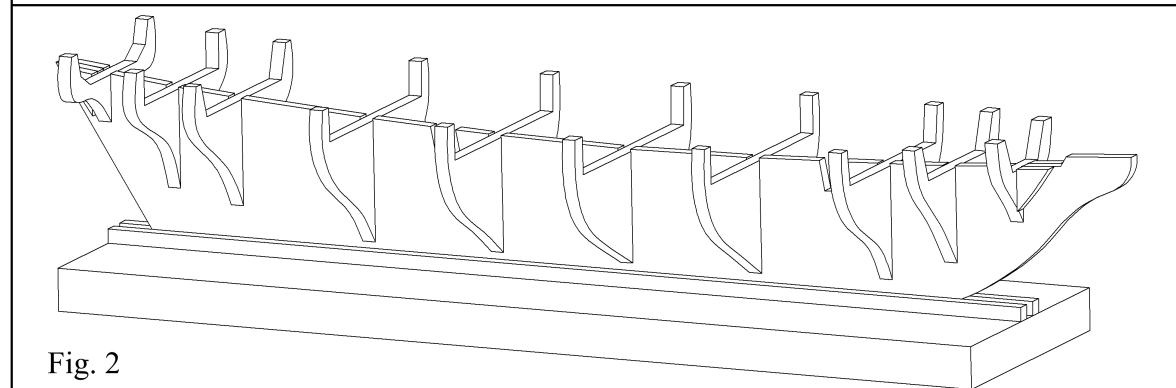
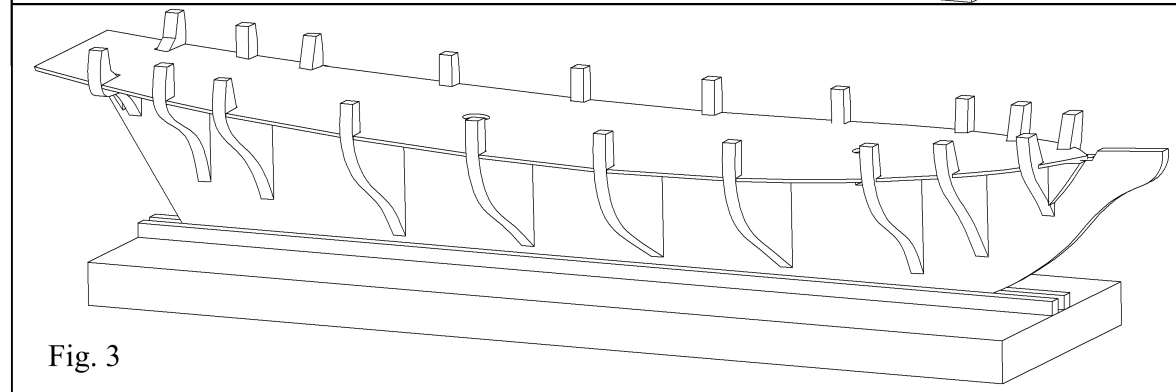

Fig. 2
Fig. 3
2) Montare SENZA INCOLLARE le ordinate 1...10 nei rispettivi incastri sulla chiglia 14 (fig. 2). Durante il montaggio a secco, assicurarsi che nessuna delle parti vada a forzare negli incastri: è pre-feribile che ci sia un leggero gioco. Porre, quindi, negli incastri la coperta #16. Contrallare l'allineamento della struttura osservandola di fianco. La coperta deve formare una linea curva senza ondulazioni mentre, vista di fronte, presenta una leggera curvatura convessa senza svergolature. Quando si è sicuri che, osservando la struttura da diverse angolazioni, tutte le linee hanno un andamento corretto, smontare completamente e ricominciare il montaggio incollando tutte le parti dall'1 al 10, seguendo l'ordine numerico. Incollare quindi la coperta #16 (fig. 3). Davanti alla ordinata #1 incollare sulla chiglia il riempimento di prua #11.
2) Monter, sans coller, les couplets 1 ...10 dans les emboîtements respectifs sur la quille 15 (fig.2). Pendant le montage à sec, s'assurer qu'aucune des parties ne force dans les emboîtements respectifs: il est préférable qu'il y ait un certain jeu. Contrôler l'alignement de la structure: l'observant de côté, le pont doit former une ligne courbe sans ondulations tandis que, vu de front, il présente une légère courbure convexe, sans défauts.Quand on est sûrs que, observant la structure de différents côtés, toutes les lignes ont une allure correcte, démonter complètement et recommencer le montage collant toutes les parties du n.1 à n.10 suivant l'ordre numérique. Donc coller le pont #16 (fig.3). Devant la couple #1 coller sur la quille le remplissage d'avant #11.
2) Die Spanten 1..10. ohne Klebstoff, in die entsprechenden Einschnitte am Kiel 14 (Bild 2) einfügen. Bei dieser Trockenmontage darauf achten, daß die Teile nicht mit Druck in die Einschnitte gepaßt werden, sondern ein leichter Spielraum vorhanden bleibt. In der Folge das Deck #16 in die Einschnitte einfügen. Die Linienführung von der Seite aus kontrollieren. Das Deck muß eine gebogene Linie ohne Wellen bilden, während sich von vorne gesehen eine leicht konvexe, nicht verzogene Wölbung ergibt. Die Konstruktion aus verschiedenen Blickwinkeln betrachten und wenn die Linienführung stimmt, alles noch einmal auseinandernehmen und mit dem eigentlichen Zusammenbau beginnen. Die Teile 1 bis 10 in numerischer Reihenfolge kleben. Anschließend das Deck #16 (Bild 3) kleben. Die Bugfüllung #11 vor den Spant #1 auf den Kiel kleben.